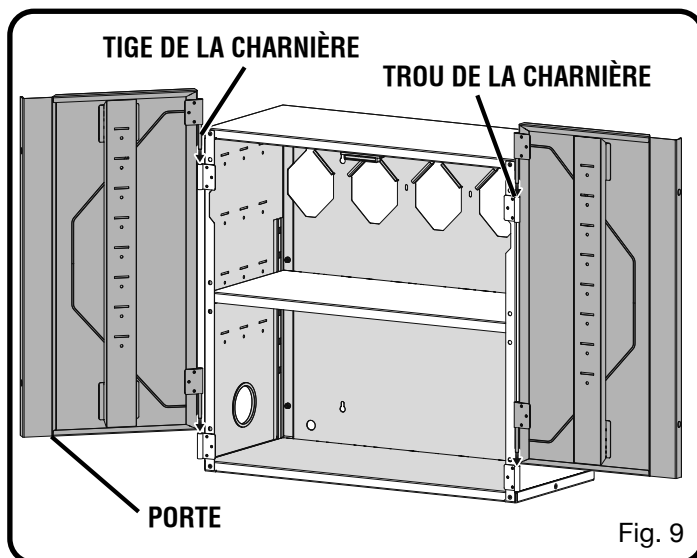

Fig. 9
- Installer les portes de l'armoire en insérant la tige de la charnière dans le trou de la charnière comme il est illustré à la figure 9.